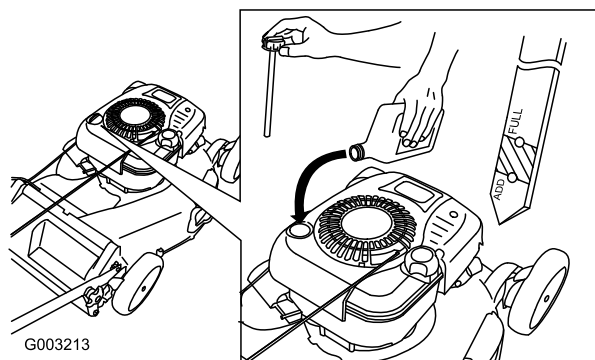

Figura 13
1. Togliete l'asta di misurazione del livello dell'olio, asciugatela ed inseritela a fondo nel foro (Figura 13).
2. Estraete l'asta e controllate il livello dell'olio (Figura 13). Se il livello dell'olio è inferiore alla tacca **Add** sull'asta, versate lentamente dell'olio nel tubo di riempimento fino a portarne il livello alla tacca **Full** sull'asta. **Non riempite troppo.** (Riempimento massimo: 0,77 litri, tipo: olio detergente SAE 30W con service classification API SF, SG, SH, SJ, SL o superiore.)